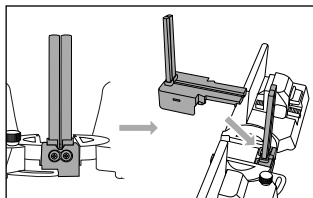

Fig. 6
- ◆ Așezați elementul de ghidare a tăierii A **9** de sus în decupajul prevăzut în acest sens (a se vedea fig. 6). Elementul de ghidare a tăierii A **9** stă inițial în poziție instabilă.
- ◆ Introduceți elementul de ghidare a tăierii B **10** de sus în decupajul prevăzut în acest sens până se fixează cu un zgomot (a se vedea fig. 6).